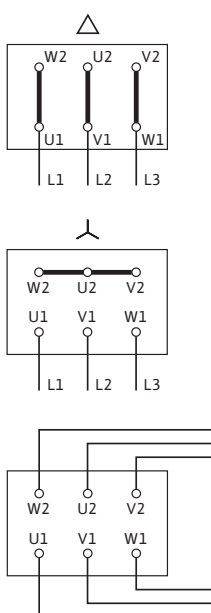

Fig. 17: Elektrotīkla pieslēgums
Strāvas pieslēguma shēma atrodas termināļa kārbas pārsegā (skatiet arī Fig. 17).
- Elektrotīkla pieslēgums atkarīgs no motora jaudas  $P_2$ , tīkla sprieguma un ieslēgšanas veida. Nepieciešamo tiltslēgu izvietošanu termināļa kārbā skatiet nākamajā sarakstā „4. tabula: Pieslēguma spaiļu izvietošana” 17. lpp un Fig. 17.